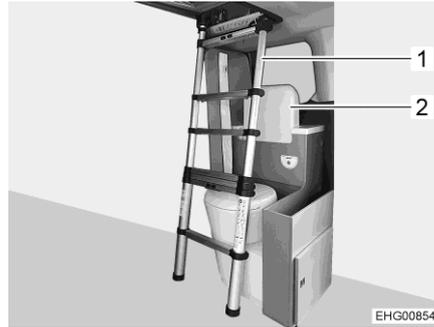
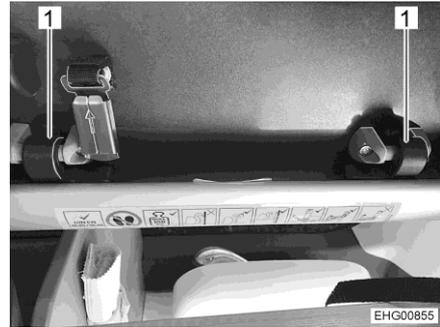

Fig. 31 Escalera
Fig. 32 Estribo de sujeción
- Asegurarse de que el lavabo (Fig. 31,2) esté plegado hacia arriba.
- Enganchar la escalera (Fig. 31,1) en los estribos de sujeción (Fig. 32,1) y posicionarla firmemente en el piso.